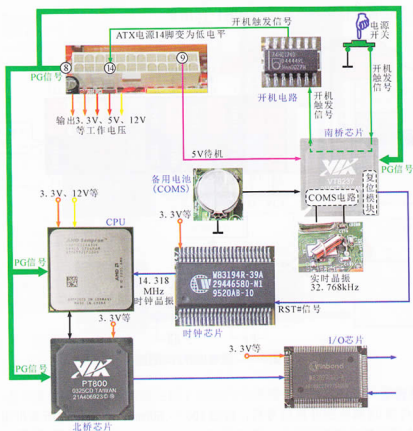

图1-16 主板硬启动过程
电源插件第⑭脚收到开机信号后，经过100 ~ 500ms，主板检测所有供电输出无误，ATX电源会由第⑧脚向主板发出3 ~ 5 V的PG (Power Good) 信号，此信号为电源正常工作的状态信号，主板以此信号作为复位信号分别送给CPU、北桥芯片、南桥芯片和时钟芯片，如图1-16所示。